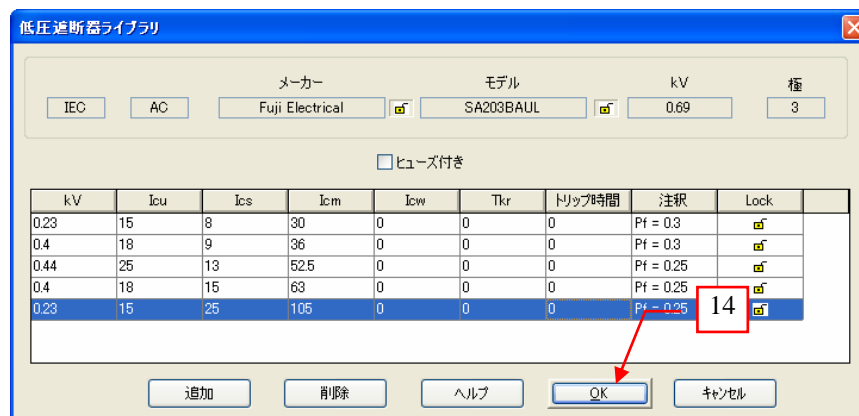

図 13
14. 表 1 の情報 (1ページ参照) を全て入力し、“OK” ボタンをクリックします。 図 13 参照